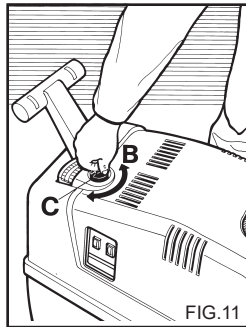

FIG.11
Dieses Kapitel bezieht sich nur auf die Modelle, die über einen "Druckregulierer" verfügen. Mit dieser Vorrichtung (Fig. 11) kann man den Betriebsdruck regulieren. Wenn man den Drehschalter C entgegen dem Uhrzeigersinn dreht (B) (Minimum) wird der Betriebsdruck verringert.